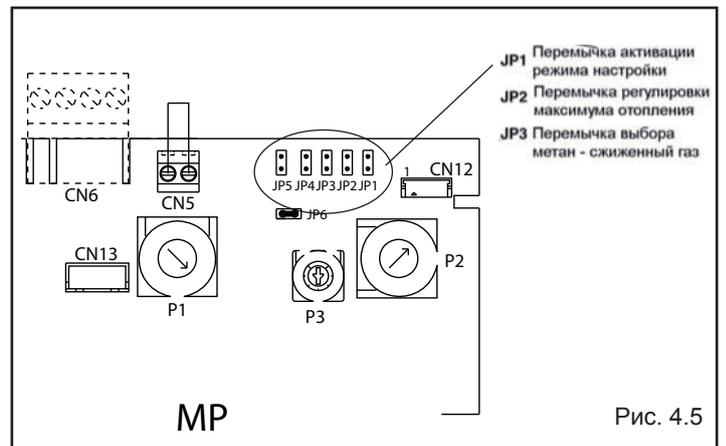

Рис. 4.5
- Установите перемычку JP1 (рис. 4.5), при этом ручки, расположенные на панели управления, начнут выполнять функции регулирования минимума и максимума для режима отопления. На дисплее появляется ADJ чтобы показать, что регулировка выполняется. Убедитесь в том, что переключатель режимов работы находится в положении зима (смотри параграф 4.2);
- Установите перемычку JP2 (рис. 4.5)
- На плате управления (рис. 4.5):